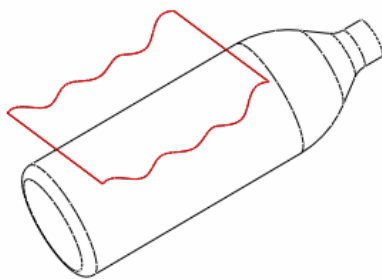

图 34-9
(5) 单击草绘命令工具栏中的  按钮，完成拉伸截面的绘制，单击特征操控板中的  按钮，完成拉伸曲面特征建立，如图 34-9 所示。